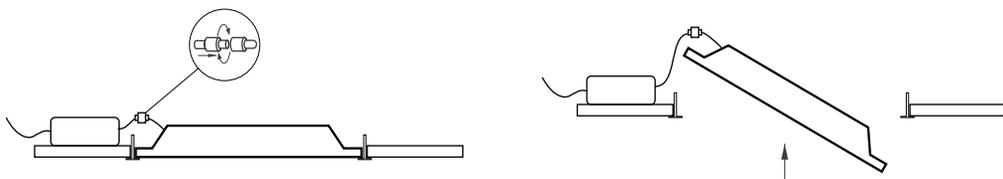

Рис. 2. Установка и подключение светильника
- 3.5. Установите светильник и блок питания в ячейку Т-профиля Армстронг, как показано на рис. 2. Не размещайте блок питания на задней поверхности светильника. Разместите его на соседней декоративной панели. Это снизит нагрев и продлит ресурс светильника.